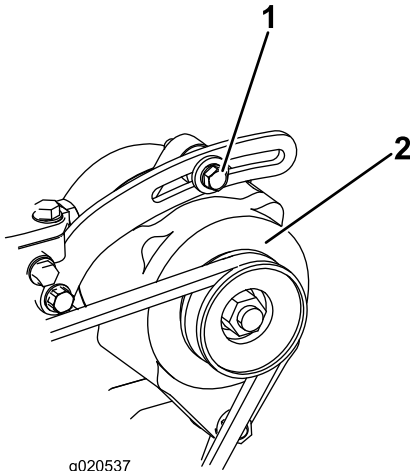

Bild 85
Prüfen Sie den Zustand und die Spannung des Riemens (Bild 85) alle 100 Betriebsstunden.
2. Lockern Sie bei einer Durchbiegung von mehr oder weniger als 10 mm die Befestigungsschrauben der Lichtmaschine (Bild 85). Erhöhen oder reduzieren Sie die Spannung des Lichtmaschinen-Treibriemens und ziehen Sie die Schrauben wieder fest. Prüfen Sie die Riemenspannung noch einmal auf korrekte Einstellung.